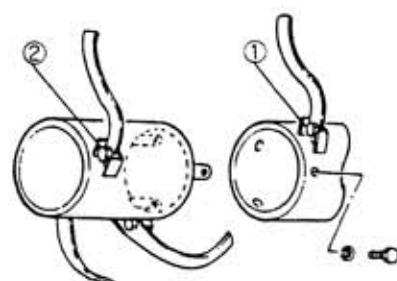

図56
補助ドラムセット(図56、57)
- ① 園場条件の良い所では、能率を上げるために補助ドラムの取付けは図56のようにドラムの外側の刃受①と補助ドラムローターの外側刃受②とが横から見てほぼ重なるような位置にして3個のボルトで取付けてください。適当に締めてから回転させて芯振れを直してから確実に締付けます。